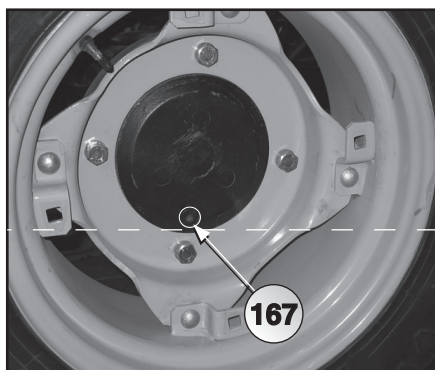
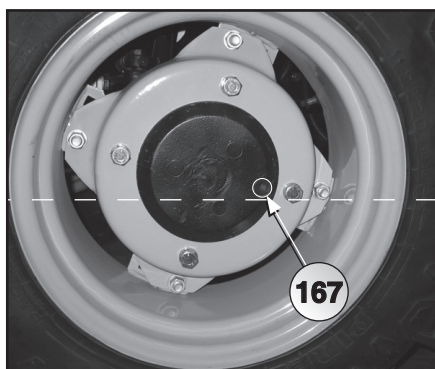

Fig. 6.42
Fig. 6.43
- posizionare il trattore in modo tale che il tappo (167 Fig. 6.42) venga a trovarsi nella parte più bassa del trattore stesso;
- rimuovere il tappo (167) e lasciare defluire tutto l'olio presente nel riduttore;
- posizionare il trattore in modo tale che il tappo (167 Fig. 6.43) venga a trovarsi sulla mezzeria orizzontale del trattore stesso;
- rifornire il carter con olio del tipo **BCS POWERLUBE W13T** (0,8 Kg trattore versione RS-RS/MT-DS) fino a sfiorare il bordo del tappo (167);
- reinstallare quindi lo stesso tappo (167).